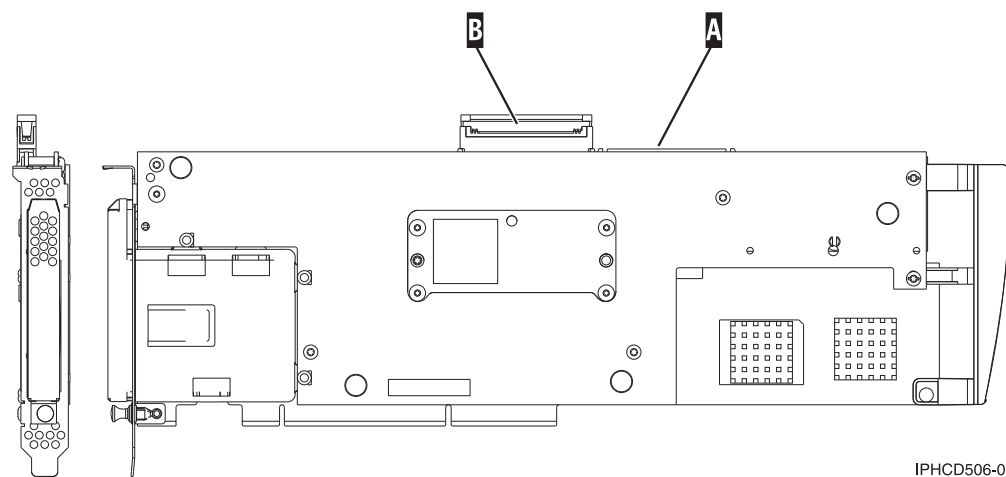

図 51. 5708、補助書き込みキャッシュ IOA
2. このケーブルを、補助書き込みキャッシュ・アダプター上の SCSI ポート A に接続します。 191 ページの図 51 を参照してください。